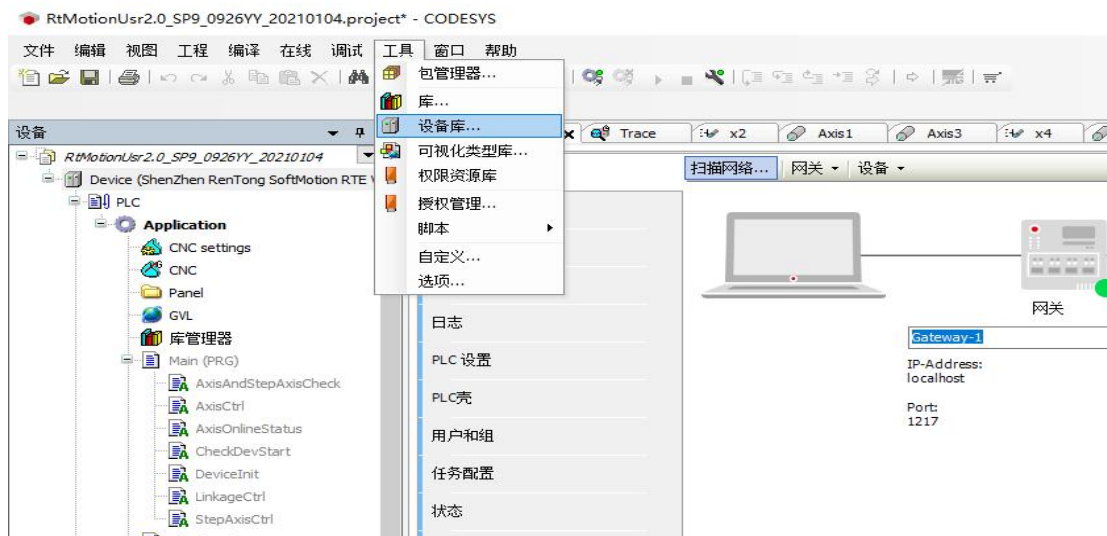

图 2-6-7 CodeSys 工程添加设备库 1
6、安装人通 RTE 的设备描述文件，点击“工具->设备库”，如图 2-6-7 所示；